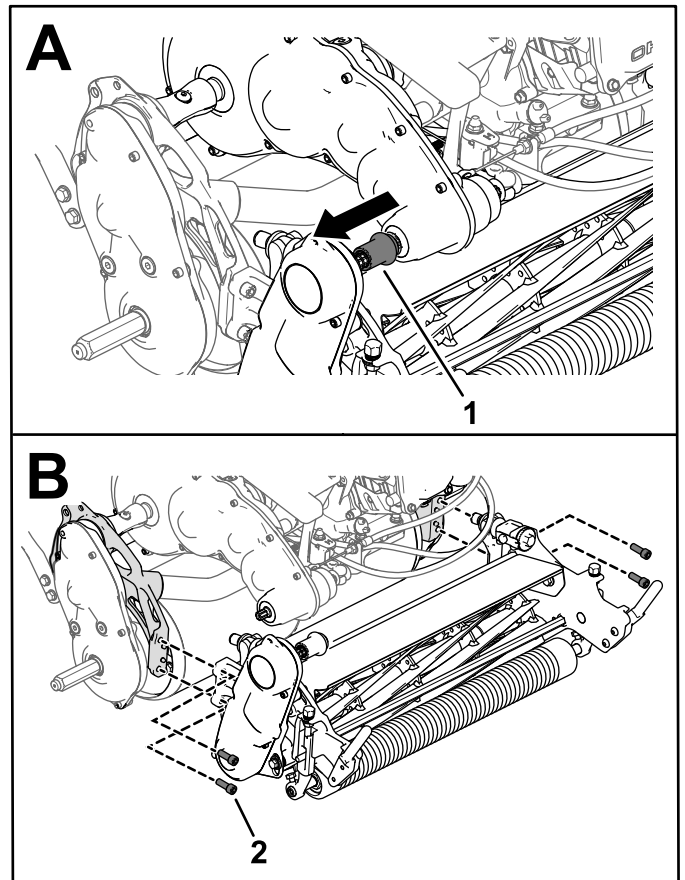

Рисунок 51
3. Сдвиньте муфту привода режущего блока с ведущего вала трансмиссии (Рисунок 51).
4. Отверните винты с внутренними шестигранниками, которые крепят режущий блок к раме (Рисунок 51).